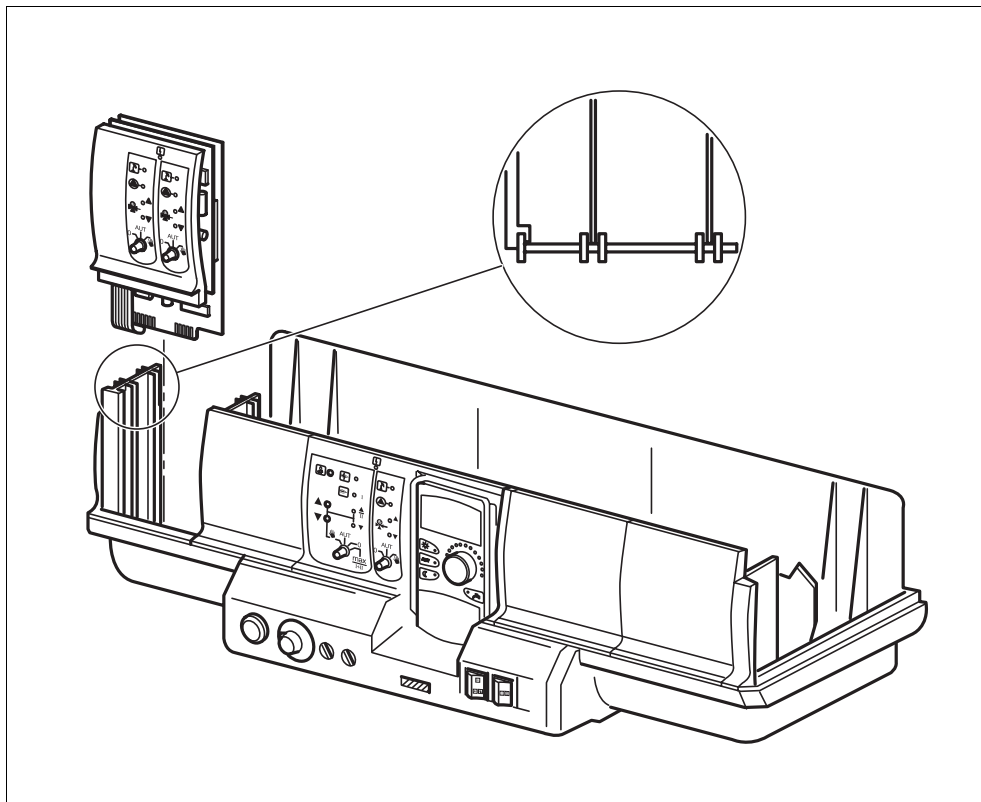

Рис. 19 Установка и демонтаж модуля
- Снимите заглушку на системе управления (рис. 19).
- Новый модуль вставьте сверху в свободный разъем, нажимая на клеммную планку (рис. 19). Убедитесь, что модуль хорошо встал на место.